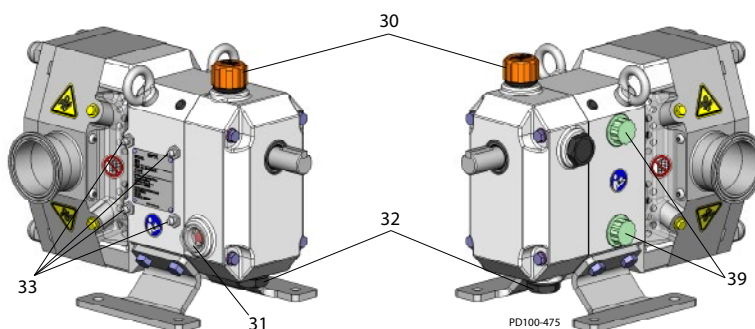

Рисунок 26 - Точки смазки
**Таблица 1: Таблица ссылок для Рисунок 26**
Избыточная смазка будет скапливаться в картере редуктора. Слейте его через сливное отверстие, закрытое пластиковой заглушкой (рис. 26, поз. D).